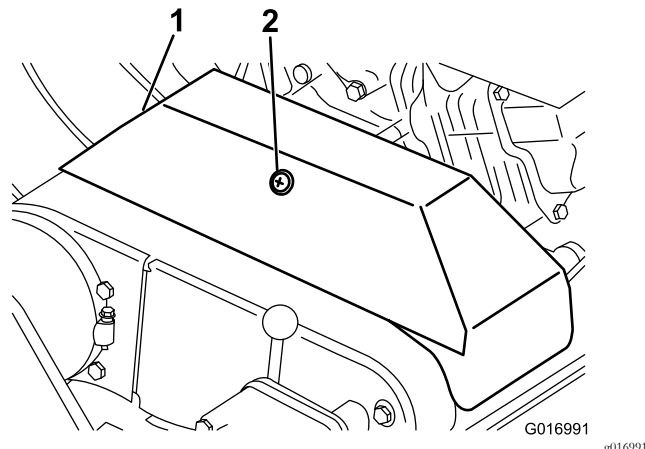

Рисунок 40
2. Ослабьте стопор, фиксирующий кожух клинового ремня, и откиньте кожух (Рисунок 40).
2. Вывинтите стопор, фиксирующий кожух клинового ремня, и откиньте кожух (Рисунок 40).